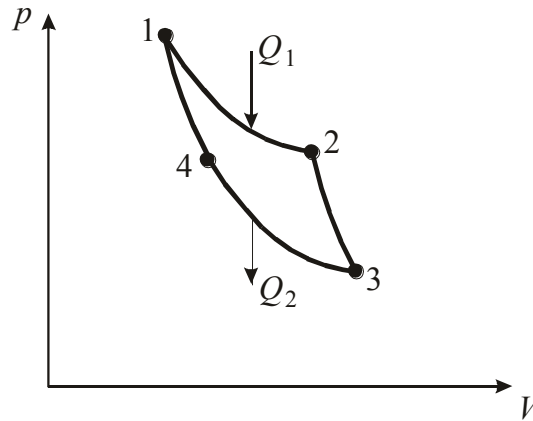

Рис. 2.3.2. Цикл Карно
От нагревателя с температурой  $T_1$  за цикл отнимается количество теплоты  $Q_1$ , а холодильнику с температурой  $T_2$  за цикл передаётся количество теплоты  $Q_2$ . Рабочее тело при этом совершает полезную работу  $A = Q_1 - Q_2$ . Цикл Карно изображён на рис. 2.3.2. Кривые 1 – 2 и 3 – 4
2. Запишите начальный объем  $V_1 = 40 \text{ дм}^3$  в таблицу 2.3.2. Нажмите мышью кнопку «Старт» и наблюдайте перемещение маленького квадрата по замкнутой кривой цикла Карно. Остановите процесс нажатием кнопки «Стоп» в точке 2, обозначенной на рис. 2.3.2, т. е. в месте перехода изотермического расширения газа в адиабатическое.